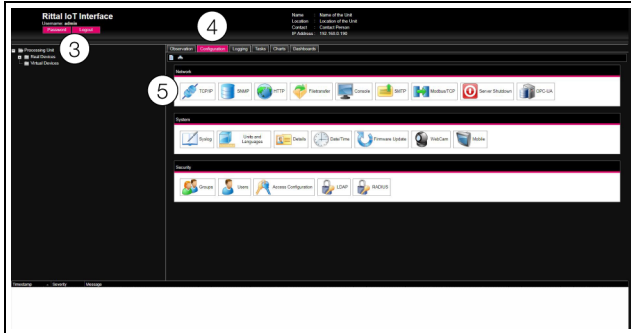

Fig. 10 : adaptation des réglages TCP/IP
L'écran principal de l'appareil est affiché (fig. 10).
- Dans la partie gauche de la fenêtre (zone de navigation), cliquer sur **Processing Unit** (fig. 10, pos. 3) et dans la partie droite (zone de configuration), sur l'onglet **Configuration** (fig. 10, pos. 4).
- Dans le cadre **Network**, cliquer sur le bouton de commande **TCP/IP** (fig. 10, pos. 5).